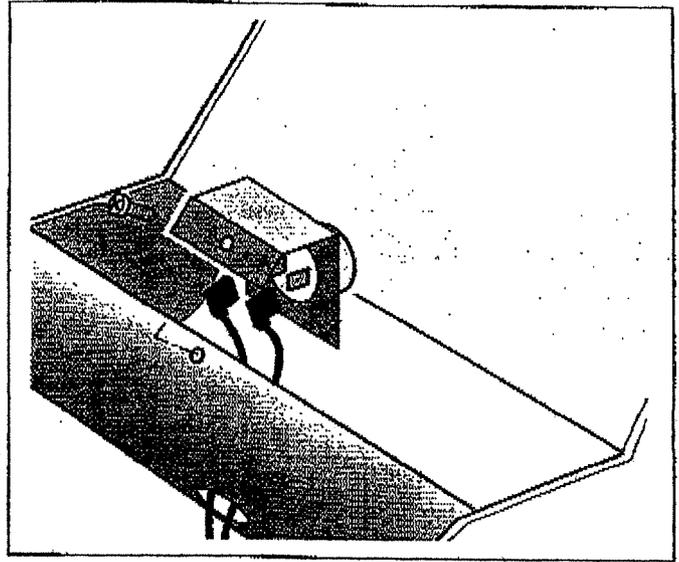
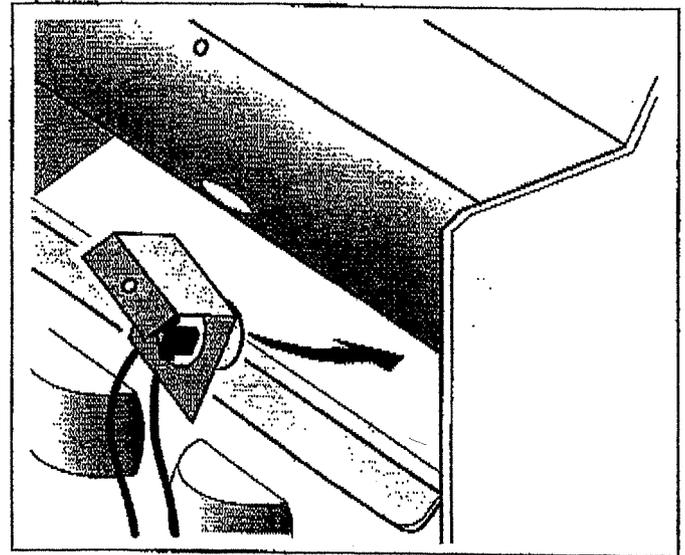

Fig.24 Smontare il sensore
Fig.25 Controllare la sicurezza fumi
- Svitare il sensore, staccare i morsetti, sfilare i cavi dal passaggio nella sicurezza fumi (Fig.24).. Ricollegare il sensore e mantenerlo nel nucleo del flusso fumi (Fig.25).